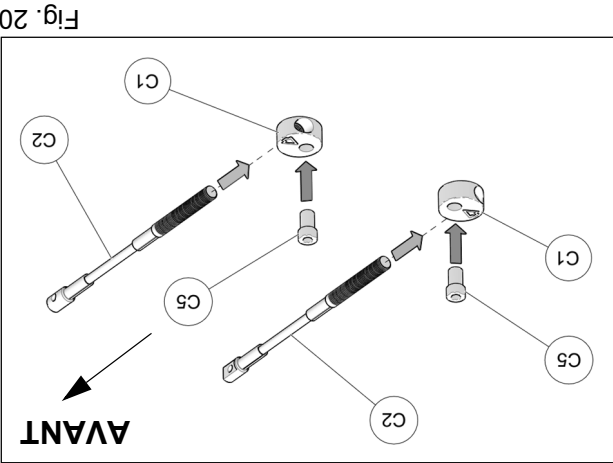

Fig. 20
9. Assembler les câbles des limiteurs de conduite (C2), les disques en aluminium (C1) et les bagues espacateurs (C5) tel que montré à la Fig. 20